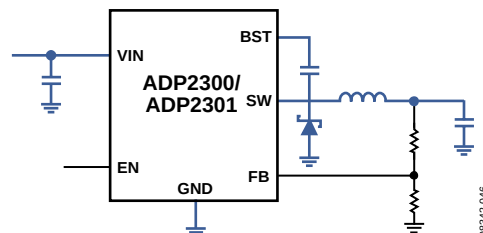

图49. 带高电流走线(显示为蓝色)的典型应用电路
- 确保高电流环路的走线尽可能短而宽。高电流路径如图49所示。